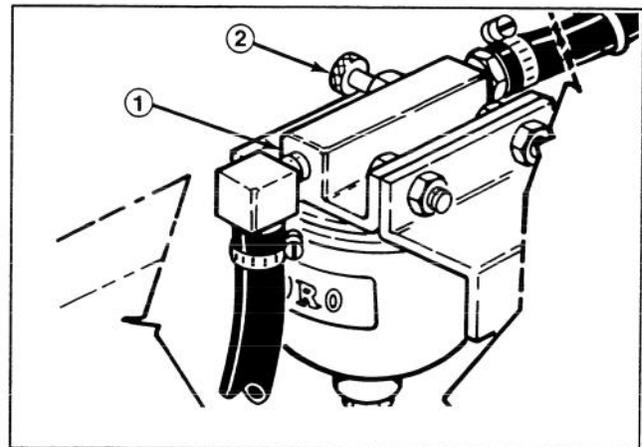

Bild 13
- 2. Die Entlüftungsschraube oben am Kraftstofffilter/Wasserseparator (Bild 13) öffnen.